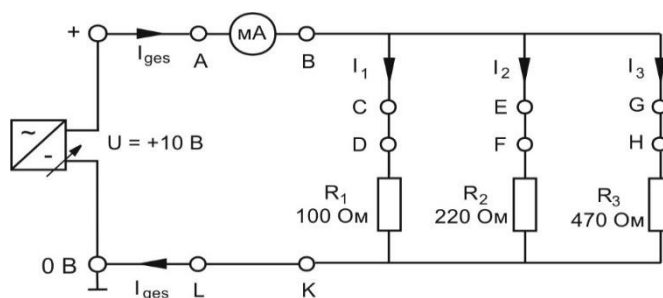

Рисунок 1 - Параллельное соединение резисторов
2. Собрать схему, приведенную на рис.1